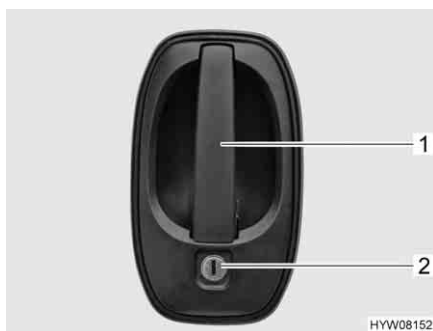

Fig. 31 Serratura della porta conducente, lato esterno
- Apertura:** ■ Inserire la chiave nel cilindro della serratura (Fig. 31,2) e ruotare fino a quando la serratura della porta si sblocca.
- Tirare la maniglia della porta (Fig. 31,1). La porta è aperta.
- Bloccaggio:** ■ Inserire la chiave nel cilindro della serratura (Fig. 31,2) e ruotare fino a quando la serratura della porta si blocca.